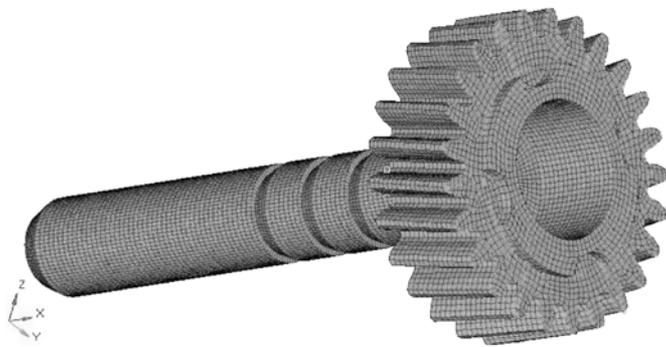

图 5-95 生成所有 3D 网格
(1) 进入 tool>organize 面板。
(2) 进入 collector 子面板。
(3) 单击 elems 选择器, 在弹出菜单中选择 displayed。
(4) 在 dest component= 中选择 3d_elem。
(5) 单击 move 按钮, 最终模型如图 5-95 所示。
(6) 在 model browser 中选中除 3d_elem 外的其他 component, 单击右键在弹出菜单中选择 delete 删除选中的 component。
(7) 单击 “保存” 按钮, 保存以上工作。